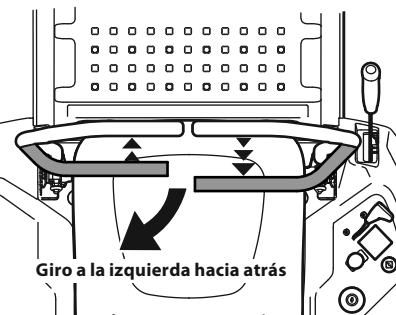

Figura 25
1. Para girar a la izquierda mientras se desplace marcha atrás, mueva la palanca de control del lado izquierdo hacia adelante respecto de la palanca derecha. Consulte la Figura 25.